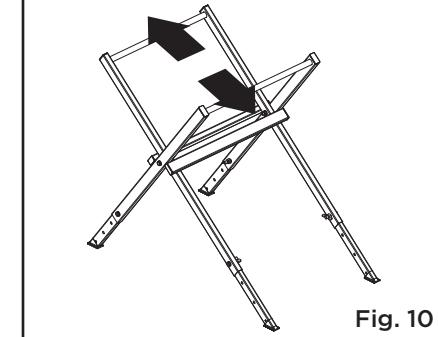

Fig. 10
- Ouvrez les pieds d'assemblage du socle pour terminer l'installation. (Fig. 10)